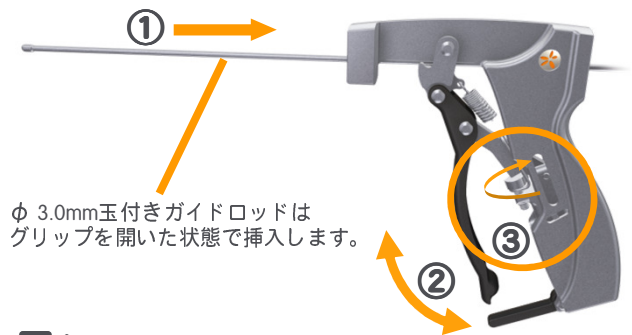

図6
1. φ3.0mm玉付ガイドロッド（7163-1626）をニューグリッパー（7167-4080）に挿入します（図6-①）。
2. グリッパーを閉じ、φ3.0mm玉付ガイドロッドを固定します（図6-②）。
3. φ3.0mm玉付ガイドロッドの固定が緩い様であれば、いったんグリッパーを開放して、ダイヤルを回転させて調節します（図6-③）。